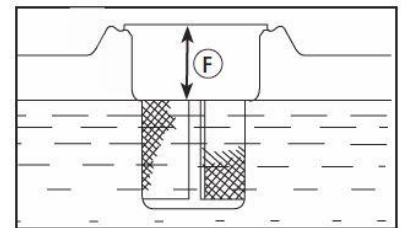

Fig. 5
6. Quite el tapa de combustible y añada combustible SIN PLOMO, limpio y nuevo. Deje 2.54 cm (1 in) (F) espacio en el depósito para permitir la expansión del combustible. (See Fig. 5)